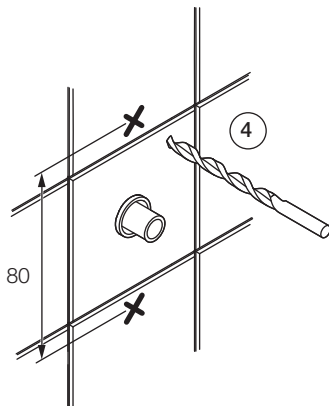

Fig. 1
4. Skruvfästningar i våtzon 1 ska göras i betong eller annan massiv konstruktion, träreglar, träkortlingar eller i konstruktion som är provad och godkänd för infästning, till exempel skivkonstruktion. Se exempel på godkända konstruktioner på [sakervatten.se](http://sakervatten.se). Alla infästningar i våtzon 1 och 2 ska tätas, se "Fig. 1" eller "Fig. 2". Material för tätning ska fästa mot underlaget och vara vattenbeständigt, mögelresistent och åldersbeständigt.
4. The screw mountings should be of a sturdy design, for instance made of concrete, wooden studs, wooden nogging pieces or a design that has been tested and approved for mounting, e.g. pad design. All attachment points must be sealed. See "Fig. 1" or "Fig. 2". The sealant material must attach firmly to the underlying surface and be water-resistant, mould-resistant and non-ageing.
4. Skruinnfestinger skal gjøres i betong eller annen massiv konstruksjon, trebjelker, trestendere eller i konstruksjon som er testet og godkjent for innfesting, f.eks. platekonstruksjon. Alle innfestinger skal tettes, se "Fig. 1" eller "Fig. 2". Materialet for tetting skal feste mot underlaget og være vannbestandig, muggresistent og aldersbestandig.